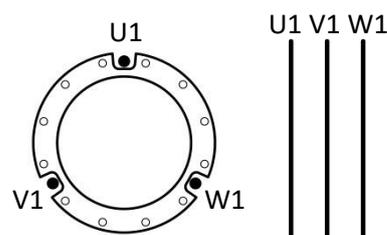

Рисунок 24: Расположение 3 разнесенных силовых кабелей
- Расположение разнесенных кабелей: нет необходимости пересечения кабелей (см. рисунок 24).